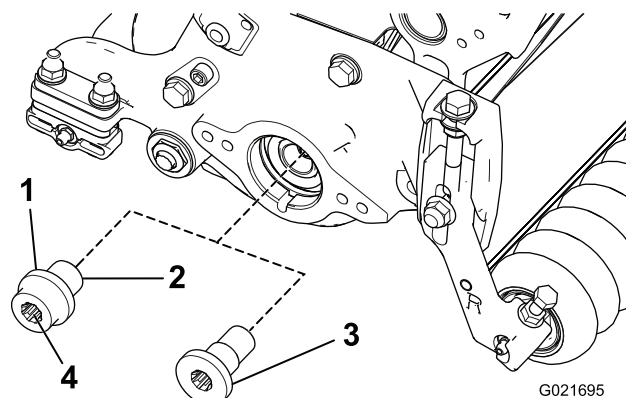

Figure 8
15. À l'aide de l'outil pour arbre d'entraînement de cylindre, déposez l'insert cannelé du côté moteur de cylindre de l'arbre de cylindre (Figure 8).
16. Posez le nouvel insert d'entraînement cannelé (plus long) sur l'arbre de cylindre (Figure 8). Appliquez du Loctite 242 (bleu) sur les filets de l'insert avant la pose. Serrez-le à un couple de 115 à 128 Nm.
17. Remplissez l'extrémité de l'insert de graisse universel (Figure 8).
19. Posez le nouvel insert d'entraînement cannelé (plus long) sur l'arbre de cylindre (Figure 8). Appliquez du Loctite 242 (bleu) sur les filets de l'insert avant la pose. Serrez-le à un couple de 115 à 128 Nm.